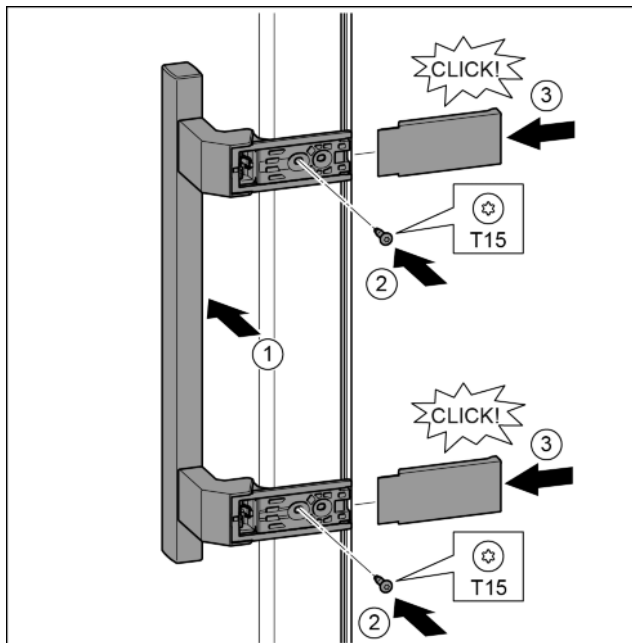

Fig. 17
- ▶ Nasadte madlo na protilehlé straně. Fig. 17 (1)
- ▶ Šroubovákem T15 pevně utáhněte šrouby. Fig. 17 (2)
- ▶ Kryty bočně nasadte a nasuňte. Fig. 17 (3)